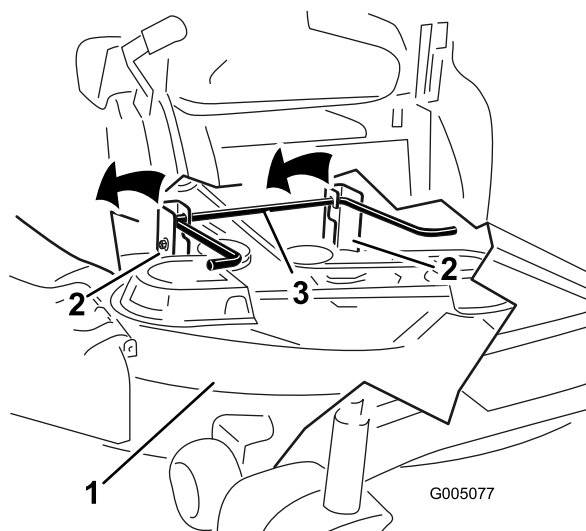

Figure 124
6. Soulevez et enlevez le tablier de coupe et les supports de la tige de levage arrière et abaissez la tondeuse au sol avec précaution (Figure 124).